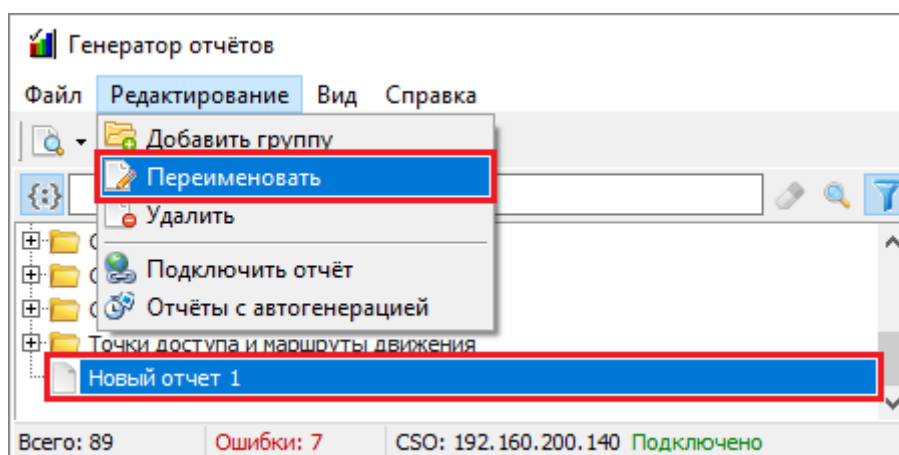

Рисунок 11-296 Переименование отчета или группы отчетов через меню "Редактирование"
- выберите в меню «Редактирование» (см. п. 11.5.1.2) пункт « Переименовать» (см. Рисунок 11-296);